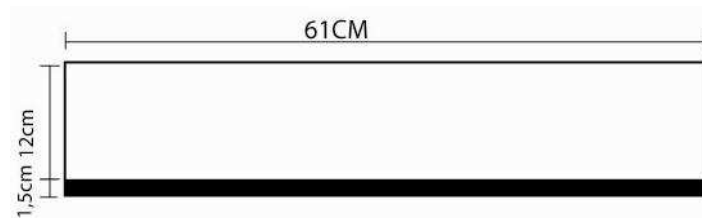

Figura 3. Celda modular pared del laberinto.
2.1 Paredes: Las paredes externas, que rodean el piso del laberinto, se construyen con celdas de 61 cm de largo y 2.6 mm de espesor de color blanco. Cada celda tiene 13.5 cm de alto, pero solamente 12 cm son visibles, como se muestra en la figura 3, ya que en la parte inferior, 1.5 cm se usan para el imán que pega la pared a la celda del piso del laberinto.